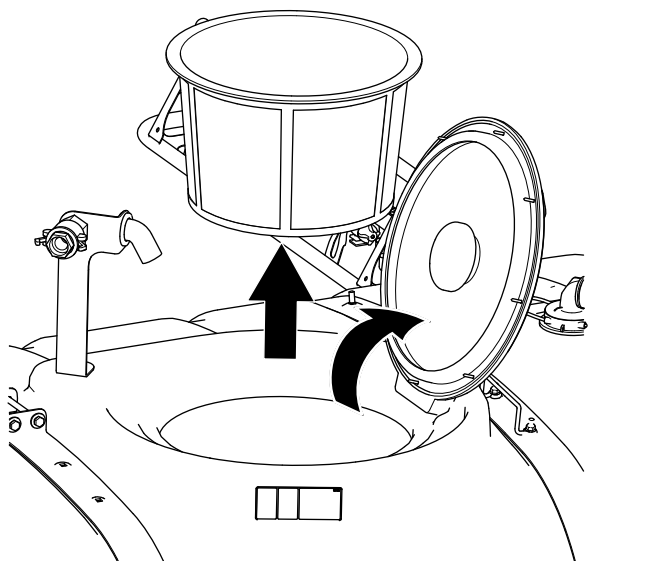

Figura 16
1. Aprite il coperchio del serbatoio e rimuovete il cestello per la succhieruola (Figura 16).